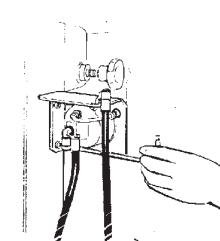

fig.41
- Collegare il **supporto manometro** al palo con le 2 viti in dotazione di M6 (fig.41)
- Connect the manometer holder to the column with the two M6 bolts supplied (fig.41).
- Fixer le **support du manomètre** à la colonne moyennant les 2 vis en dotation de M6 (fig.41).
- den **Druckmesserhalter** mit den zwei mitgelieferten Schrauben M6 (Abb.41) an der Tragsäule anschrauben.
- Conecte el **sostenedor del manómetro** a la columna con los dos tornillos de equipo de M6 (fig. 41).